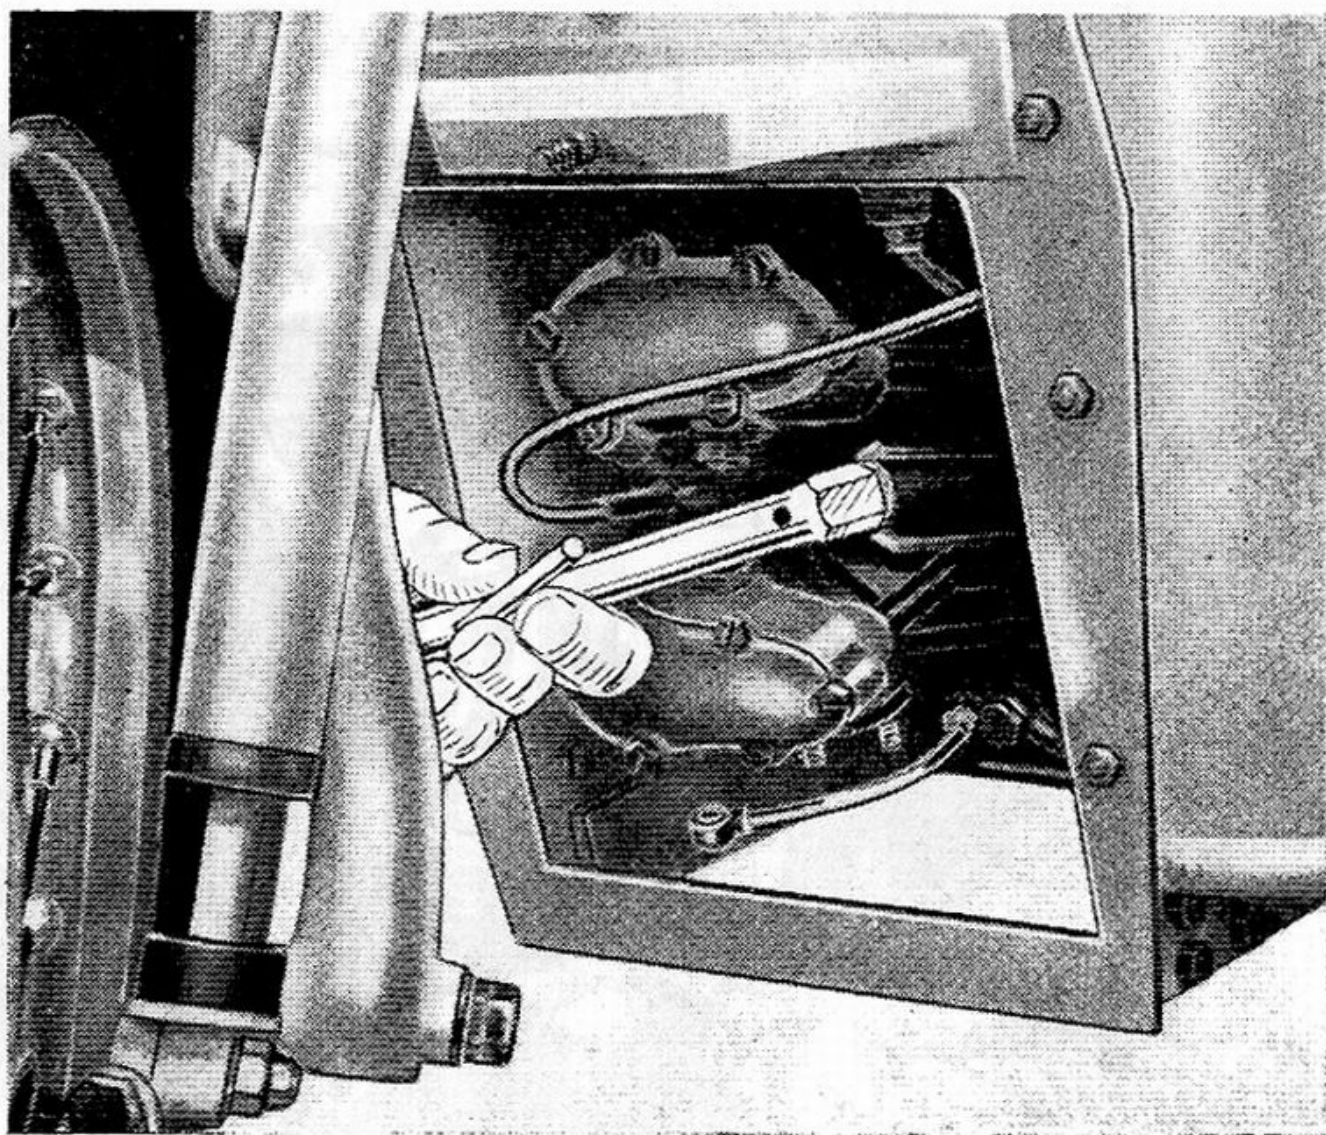

Fig. 16
- i tre dadi sui tiranti di fissaggio testa (vedere fig. 16).